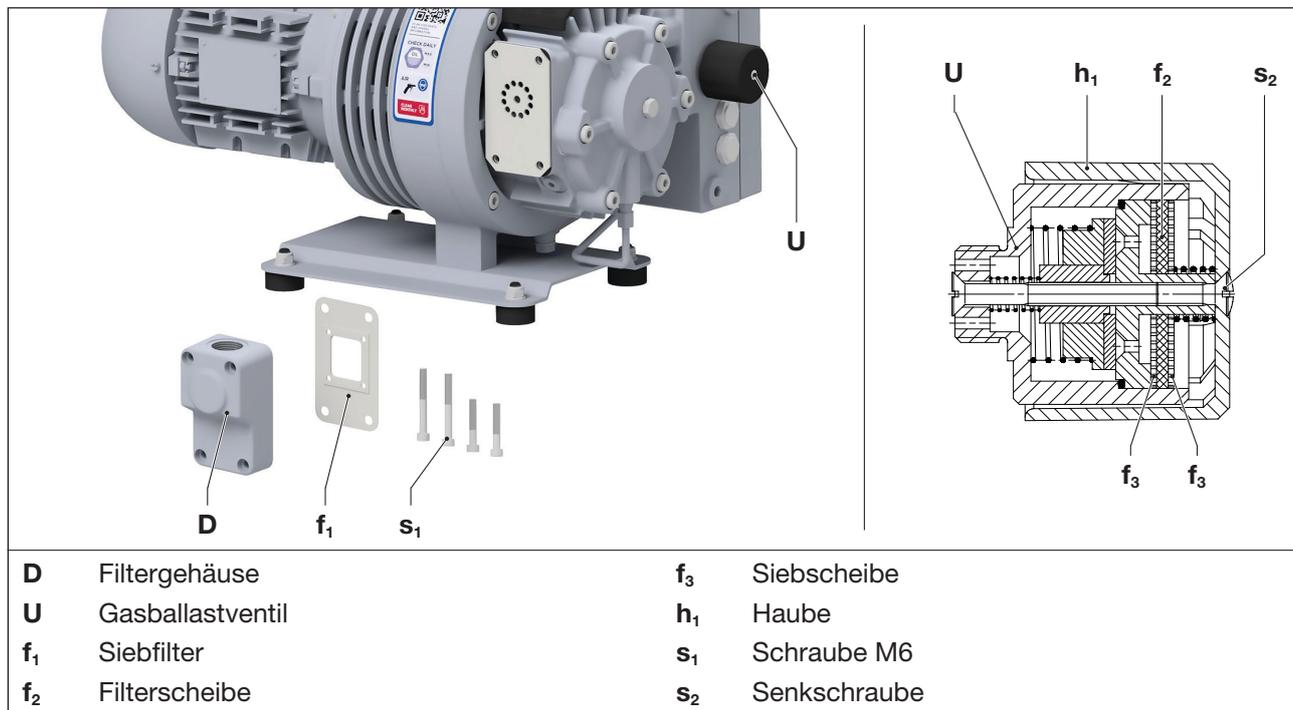

Abb. 6 Siebfilter und Gasballastventil
Der Siebfilter (Abb. 6/f1) im Vakuum-Anschluss ist je nach Verunreinigung des abgesaugten Mediums mehr oder weniger oft durch Auswaschen bzw. Ausblasen zu reinigen oder zu ersetzen.
- Filtergehäuse (Abb. 6/D) nach dem Lösen der Schrauben (Abb. 6/s1) von der Pumpe abnehmen.
- Siebfilter (Abb. 6/f1) aus dem Filtergehäuse (Abb. 6/D) herausnehmen und reinigen.
- Siebfilter (Abb. 6/f1) wieder in das Filtergehäuse (Abb. 6/D) einsetzen und Filtergehäuse mit den Schrauben (Abb. 6/s1) an der Pumpe befestigen. Anzugsmoment: 10 Nm
Die Pumpen arbeiten mit einem Gasballastventil (Abb. 6/U). Die eingebaute Filterscheibe (Abb. 6/f2) ist je nach Verunreinigung des durchströmenden Mediums mehr oder weniger oft zu reinigen.
- Senkschraube (Abb. 6/s2) lösen und die Kunststoffhaube (Abb. 6/h1) entfernen.
- Die Filterscheibe (Abb. 6/f2) und die beiden Siebscheiben (Abb. 6/f3) durch Ausblasen reinigen oder ersetzen.
- Die Filterscheibe (Abb. 6/f2) zwischen die Siebscheiben (Abb. 6/f3) legen und in das Ventil einsetzen.
- Die Kunststoffhaube (Abb. 6/h1) aufsetzen und das Gasballastventil mit der Senkschraube (Abb. 6/s2) wieder an der Vakuumpumpe befestigen. Senkschraube handfest anziehen.